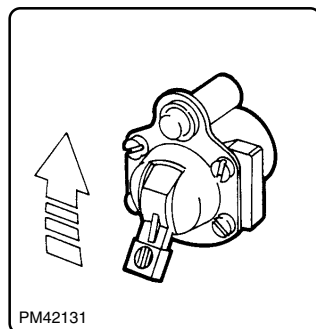

fig. 6.7.2
- 2 Inserire la presa di forza tramite l'apposito deviatore pneumatico (normalmente in cabina) azionando la frizione (fig. 6.7.2). Nel caso d'innesto meccanico la leva è dietro il posto guida. Nel caso di installazione fissa avviare la centralina idraulica.
- 2 Engage the PTO by means of the appropriate pneumatically operated switch (normally located in the cab), operating the clutch (fig. 6.7.2). With a mechanical coupling system, the lever is behind the driving seat. For fixed installations switch on the hydraulic power pack.